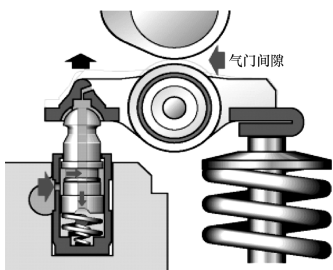

图 1-99 间隙调整
(1) **间隙调整** (图 1-99) 当存在气门间隙时, 柱塞由柱塞弹簧从气缸中压出, 直到滚轮贴到凸轮之上。在柱塞被压出时, 下油室中的油压减小, 单向阀打开, 机油进入。当下油室和上油室之间的压力达到平衡时, 单向阀被关闭。